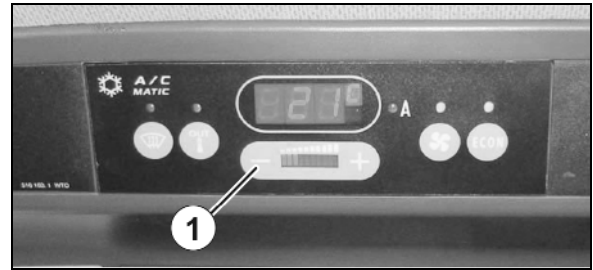

Fig. 194
1. Skru av dekselet (Fig. 194/1) fra førerhustaket.